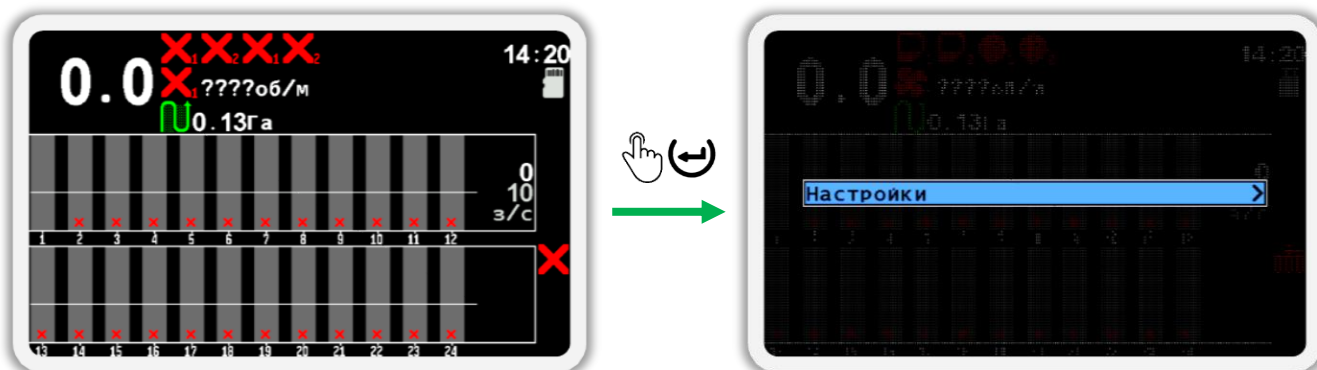

Рисунок 70
- На главном экране нажмите кнопку  «Меню». В результате на экране будет показано меню с одним пунктом  «Настройки» (см. Рисунок 70).